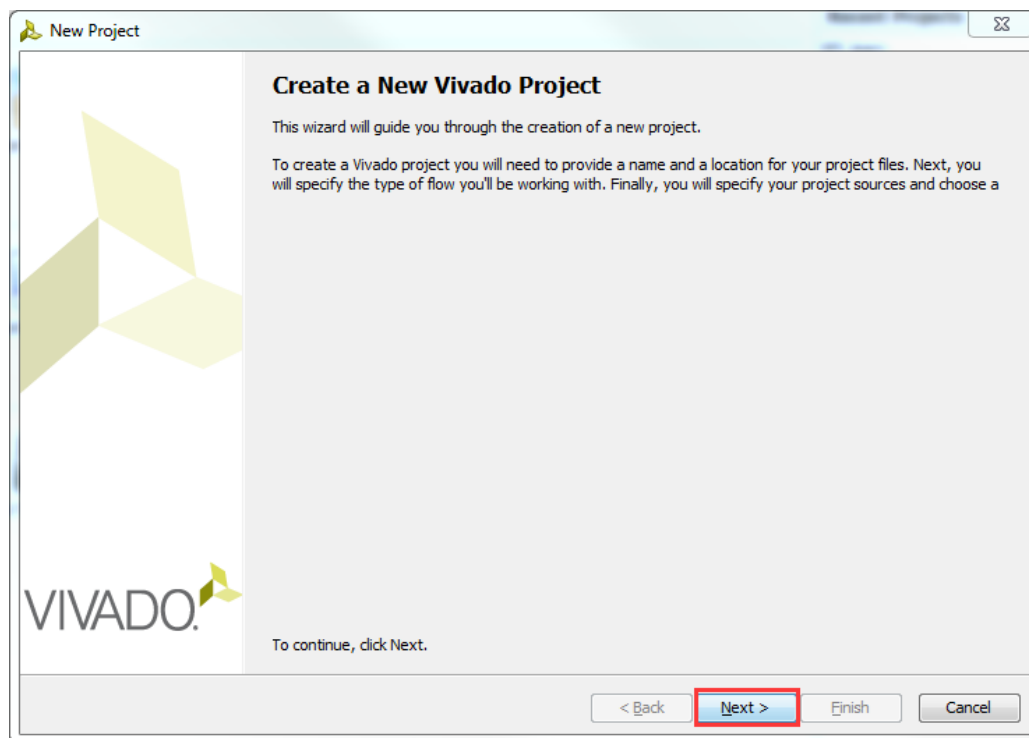

图 2-2 创建新工程
2) 在弹出的创建新工程的界面中，如图 2-2，点击 Next，开始创建新工程。